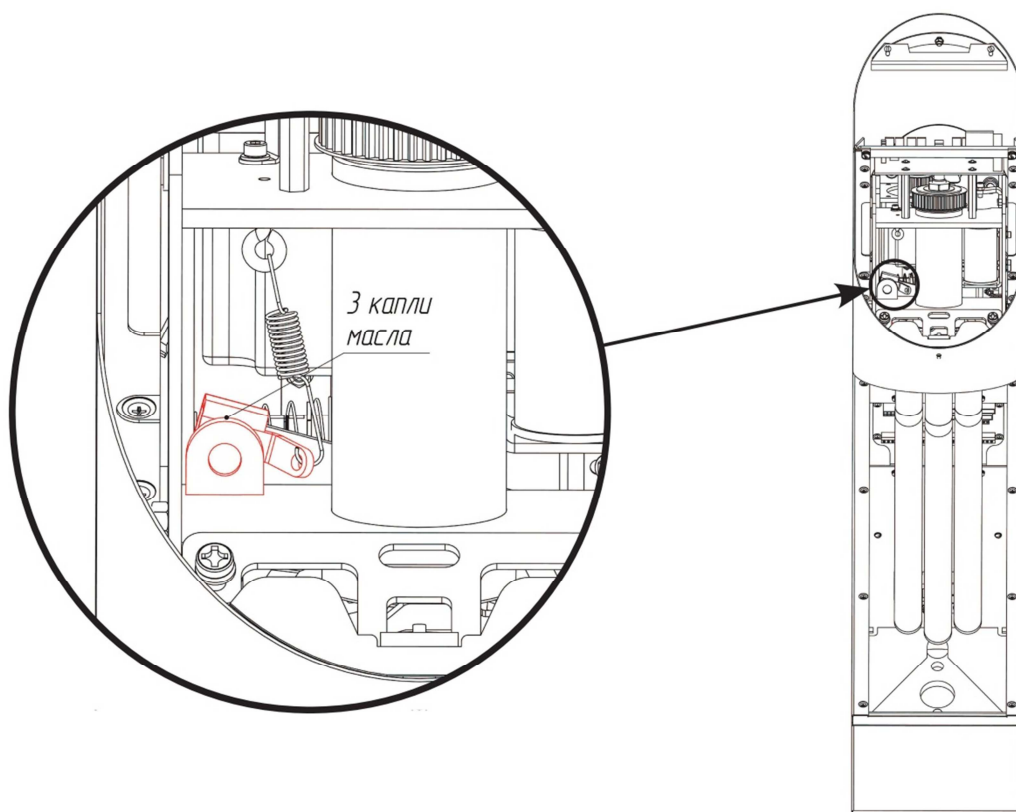

Рис. 13
5.2. Ось вращения рычага ролика (рис. 13).
Элементы узла расположены за рычагом ролика, изображенном на рис. 13.